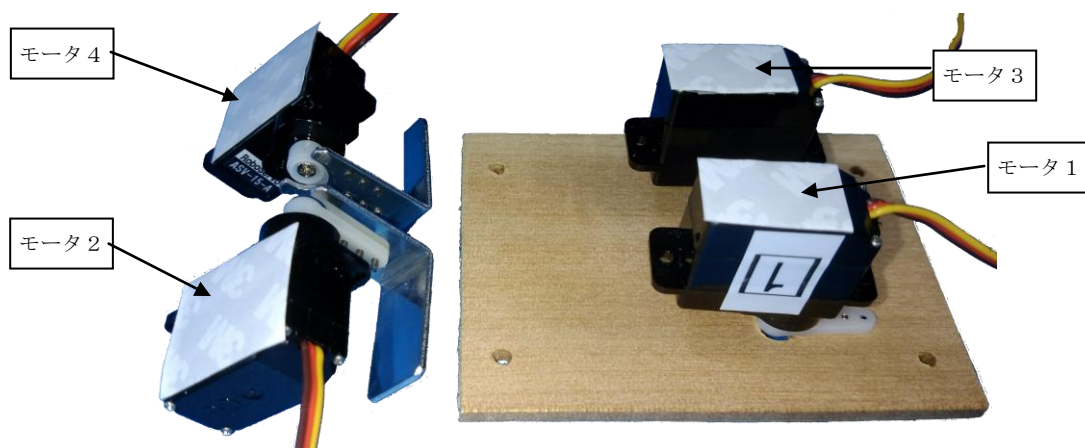

図 18 RC サーボモータへの両面テープの貼り付け
⑦RC サーボモータに両面テープを貼り付けます (図 18)。